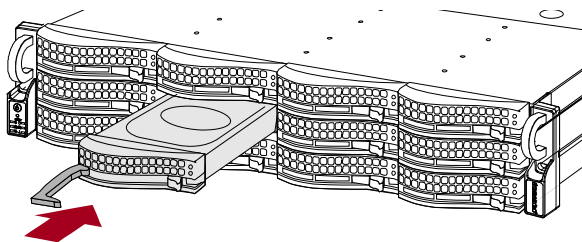

Figura 13. Inserción de las carcasas para unidades
4. Con el botón a la derecha, coloque el **conjunto de unidad** delante de la **bahía** adecuada y deslicela hacia dentro (Figura 13) hasta que note resistencia.